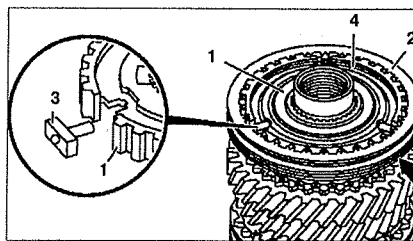
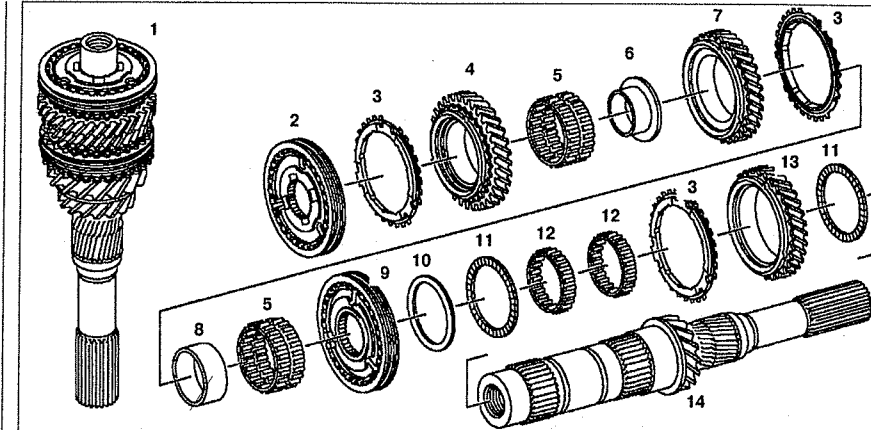

Рис. 6.31. Разборка и сборка шестерни 5-й передачи (автомобили с двигателем 611.980):
Рис. 6.30. Ведущий вал (автомобили с двигателем 611.980):
32. Разберите муфту синхронизатора 2 5-й передачи (см.рис.6.30). Для этого снимите стопорное кольцо 4 (см.рис.6.31). Выпрессуйте скользящую втулку 5 на корпус синхронизатора 1. Снимите блокировочные пальцы 3.